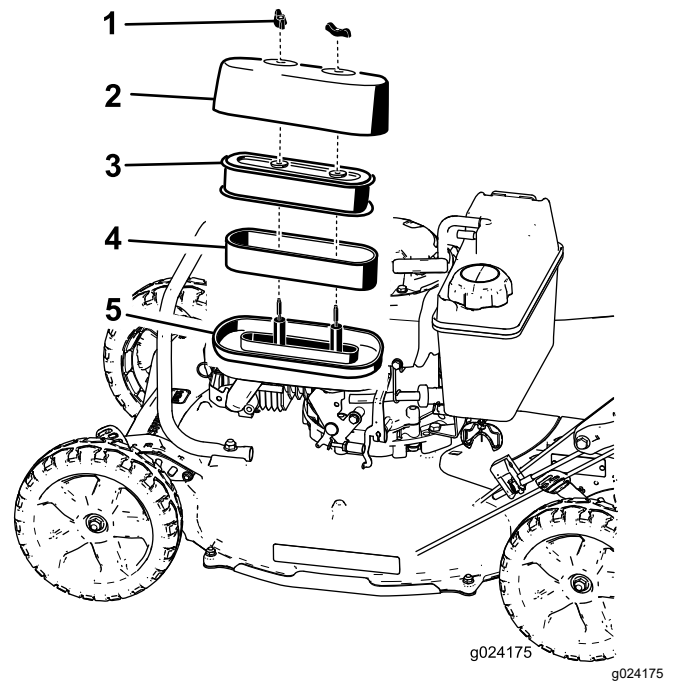

Figure 22
3. Retirez les 2 écrous de fixation du couvercle (Figure 22).
5. Déposez les éléments en mousse et en papier de la base du filtre à air (Figure 22).
6. Sortez l'élément en mousse de l'élément en papier (Figure 22).